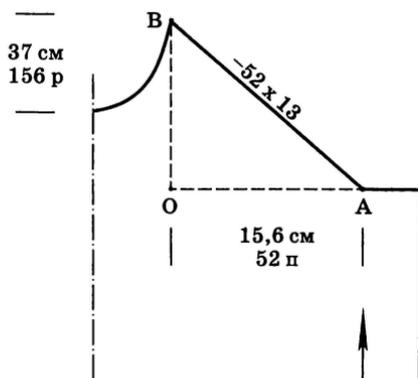

Рис. 33. Расчет регланной линии
**Пример расчета наклонной регланной линии** (рис. 33).